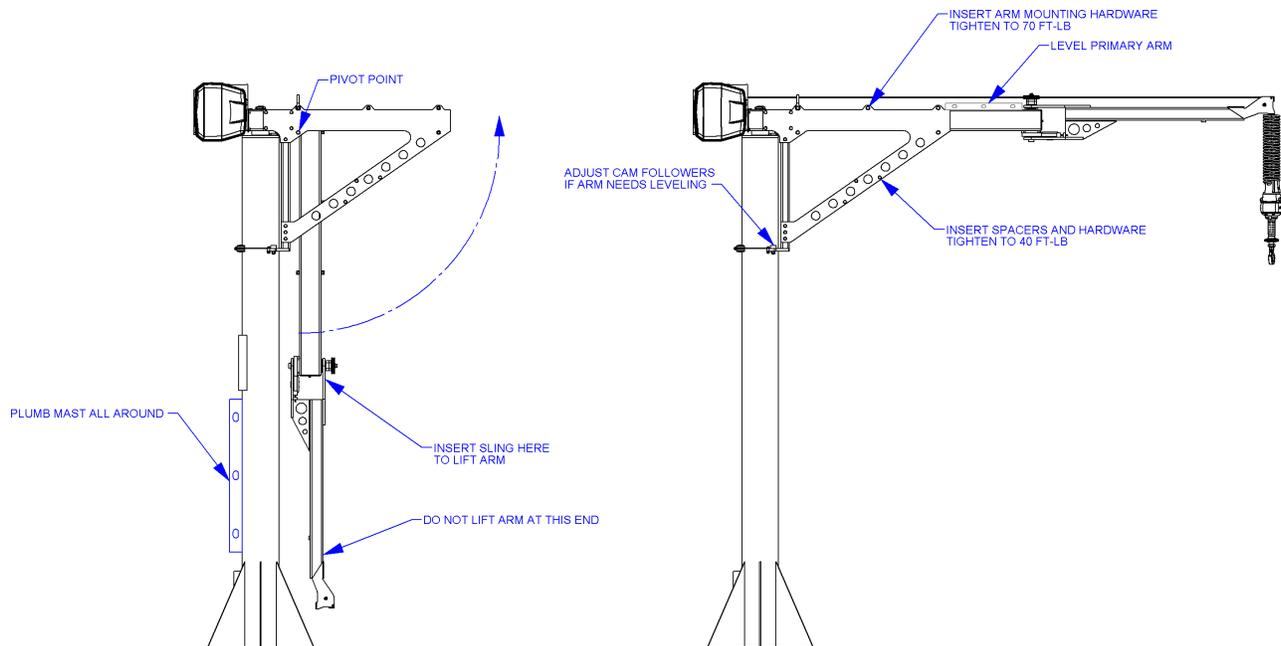

Abb. 3G. Ausrichten des Mastes.
- B) Halten Sie eine Wasserwaage gegen den Mast (**Abb. 3G**).